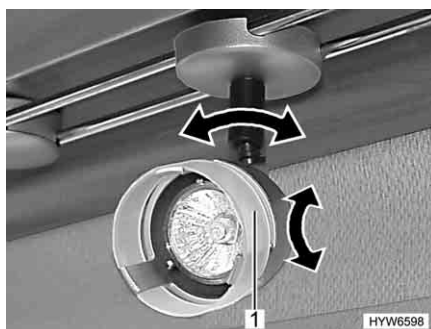

Fig. 88 Come orientare il faretto
- Afferrare l'involucro (Fig. 88,1) e girarlo.